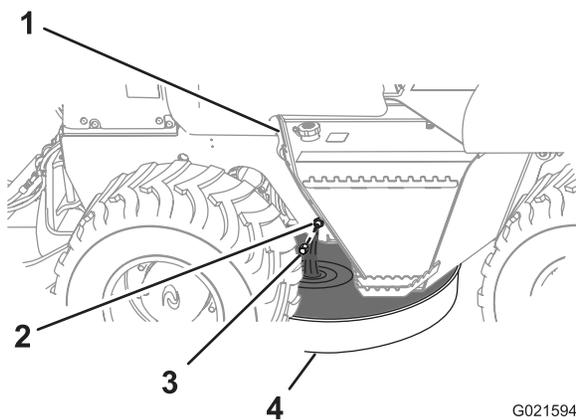

Figura 43
3. Coloque un recipiente de vaciado con capacidad mínima de 8,4 L debajo del orificio de vaciado de aceite del motor (Figura 43).
- Retire el tapón del acoplamiento de vaciado y deje que el aceite se drene completamente (Figura 43).
- Instale el tapón en el acoplamiento de vaciado (Figura 43).
- Retire el tapón de llenado del cuello de llenado, tirando del tapón hacia arriba (Figura 43).